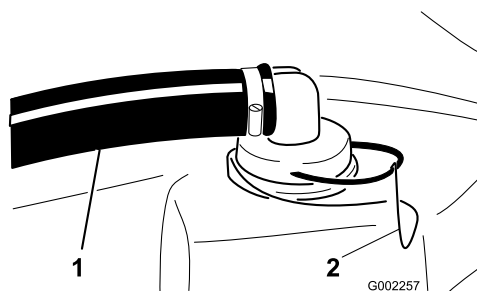

Figura 63
2. Retire a fixação do encaixe vermelho colocado na tubagem mais larga na parte superior do depósito (Figura 63).
3. Retire a tubagem do depósito (Figura 63).